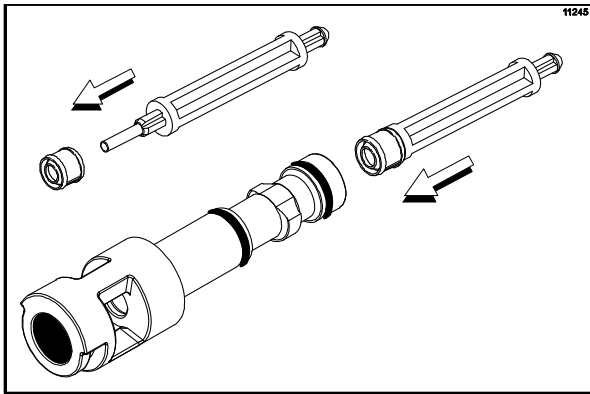

Figura 117
7. Insira o selo do eixo do spinner na parte inferior da válvula de extração, empurrando o tanto quanto for possível. O selo do eixo do spinner deve encaixar no canal do selo localizado na cavidade da válvula de extração. (Veja a Figura 117.)